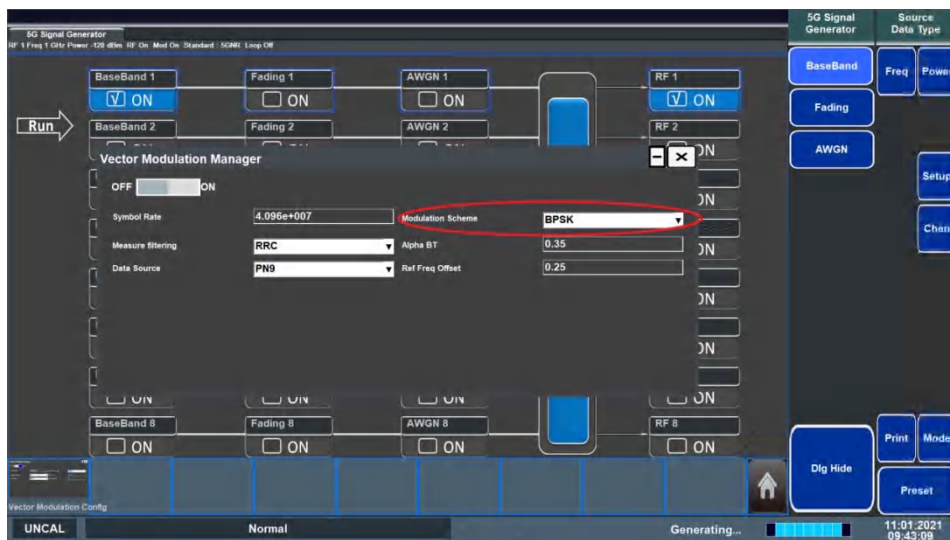

图 4.6 调制模式选择界面
- 配置界面可以设置调制类型（Modulation Scheme），可以设置为 BPSK、QPSK 以及 16QAM 等各种模式，如图 4.6 所示；